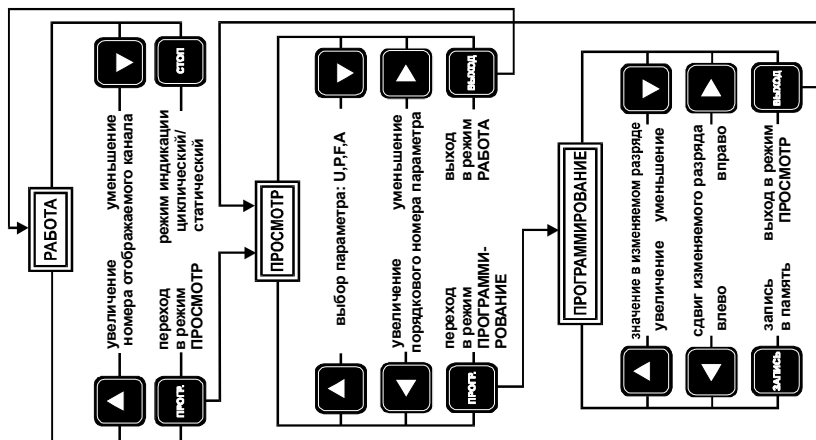

Рис. 2
8.1. При эксплуатации функционирование прибора осуществляется в трех основных режимах: РАБОТА, ПРОСМОТР и ПРОГРАММИРОВАНИЕ. Переключение режимов и управление прибором осуществляется при помощи кнопок, расположенных на лицевой панели. Назначение кнопок в каждом из режимов его работы приведено на рис. 2.